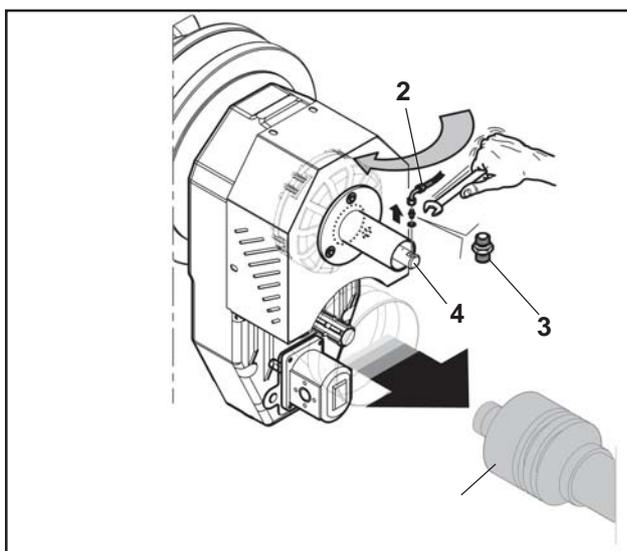

fig.1
- 6) sbloccate le coclee, rimontare il **NIPPLO** (3 fig.1) con la rondella in rame, stare attenti a non tirare **TROPPO** forte e rovinare il giunto **ROTOFLUX**.
- 7) rimontare il raccordo con tubo (2 fig.1).
- 8) inserire il cardano (1fig.1) sulla presa di forza.